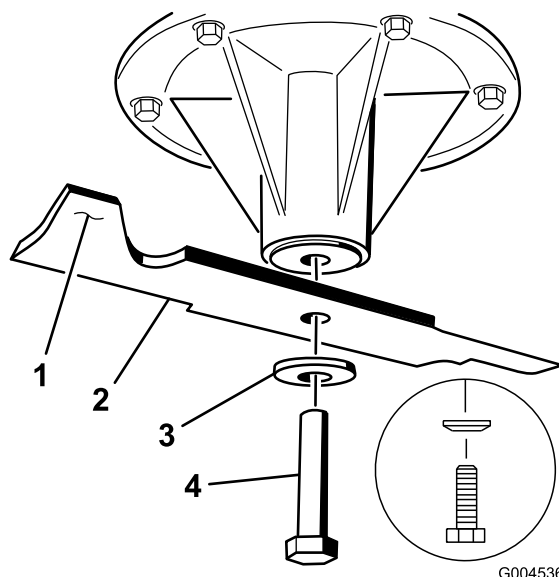

Figure 73
2. Enlevez de l'axe, le boulon, la rondelle bombée et la lame (Figure 73).